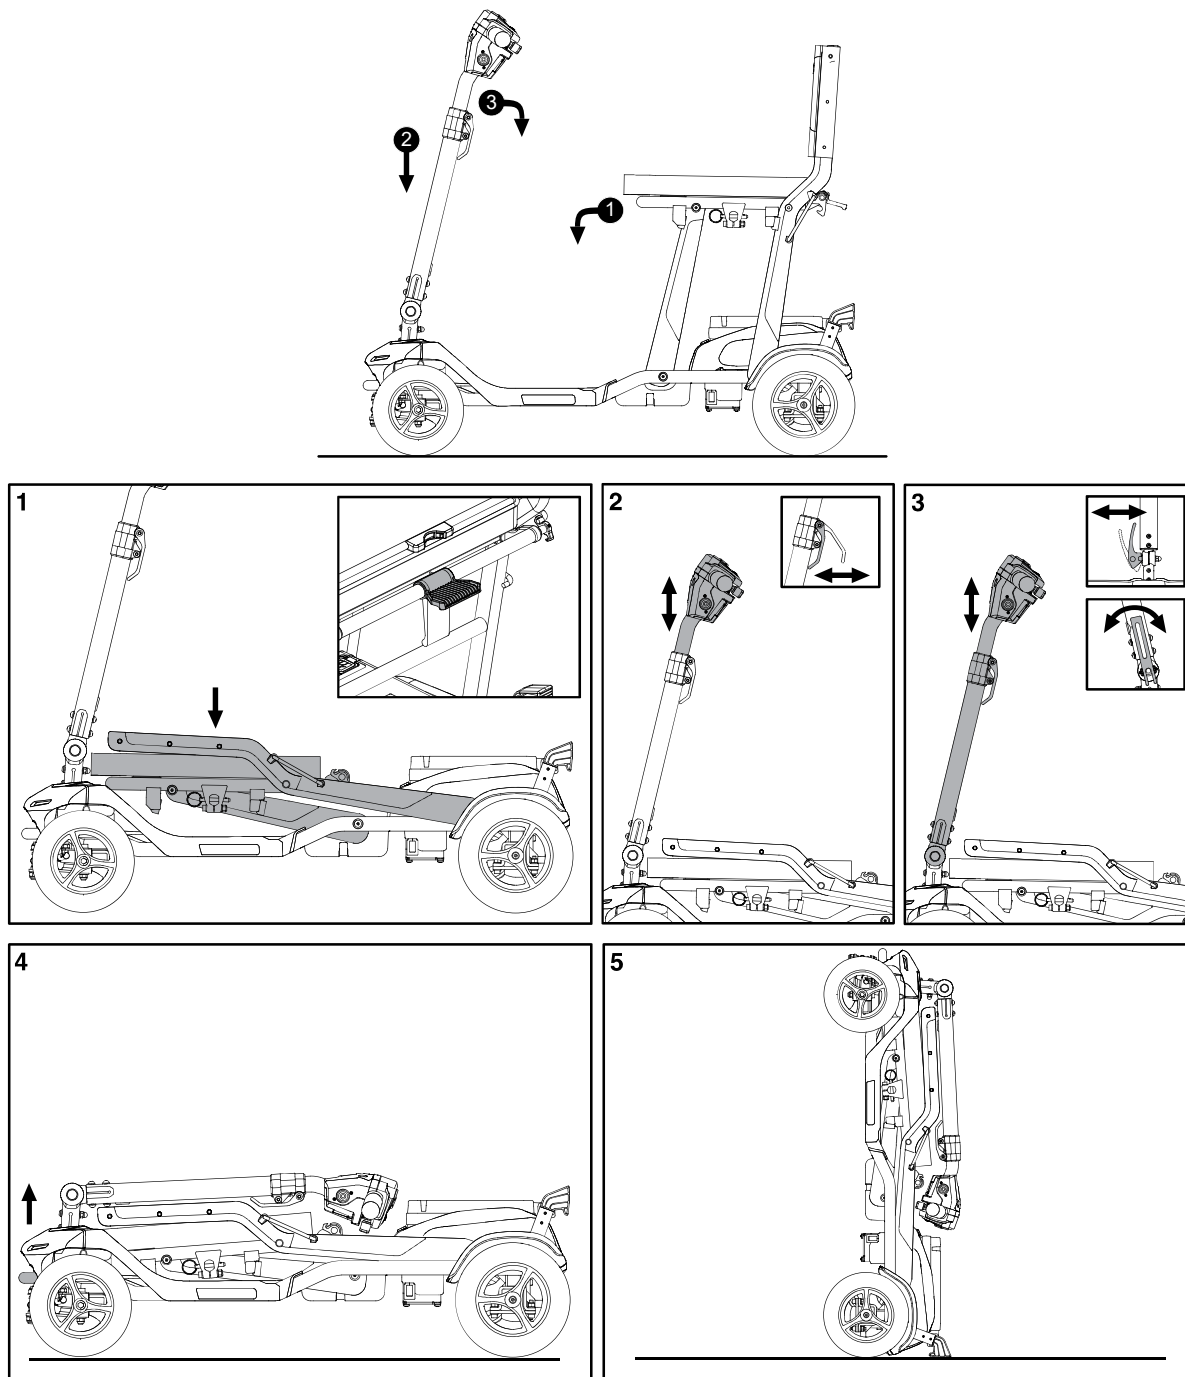

Figure 14. Pliage pour le transport
**Pour plier votre scooter (voir figure 14):**
**Pour déplier votre scooter (voir figure 14):**